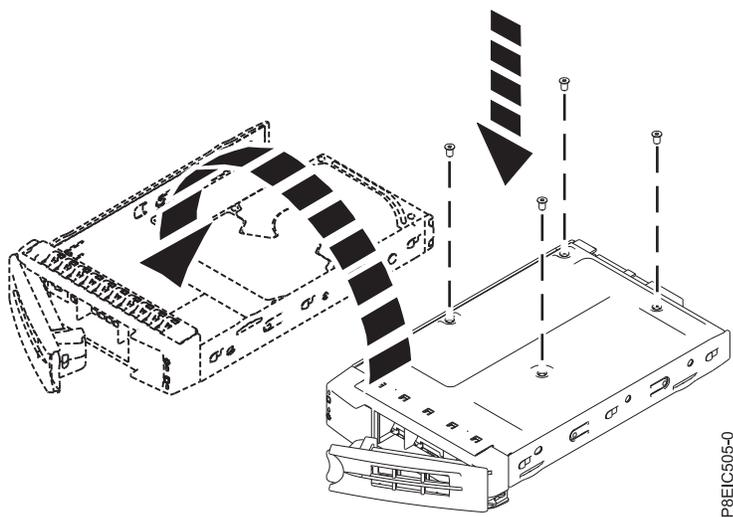

Figura 11. Montando a unidade de 2,5 polegadas na bandeja
- Uma unidade de 2,5 polegadas deve ser posicionada na parte traseira da bandeja. Enquanto você mantém a unidade e a bandeja, vire a bandeja. Prenda a unidade na parte inferior da bandeja com quatro parafusos, conforme mostrado na Figura 11.